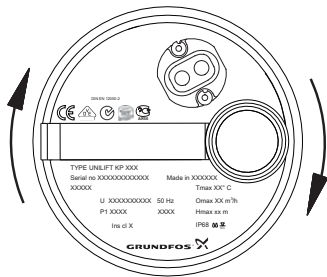

Fig. 9 Omdrejningsretning
3. Observer pumpen ved start. Hvis pumpen giver et lille ryk med uret, se fig. 9, er motorens omdrejningsretning korrekt. I modsat fald ombyttes to faser i nettilslutningen.